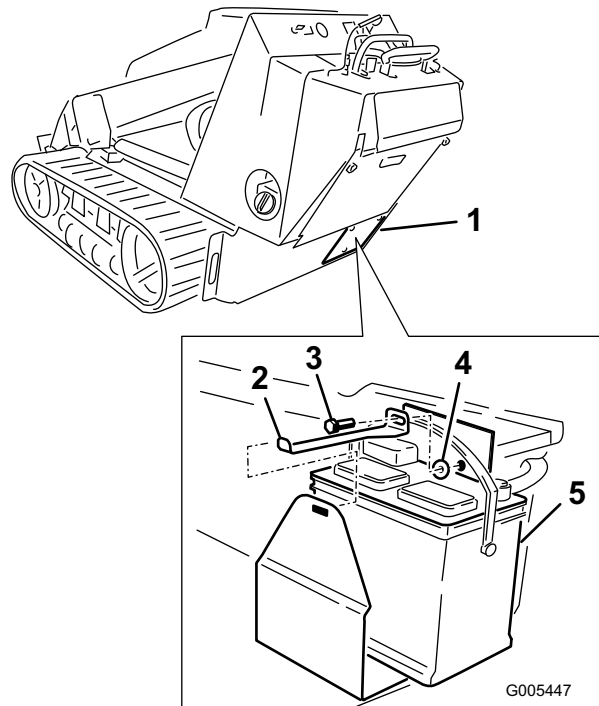

Figura 2
1. Rimuovere il pannello di accesso della batteria (Figura 2).
2. Togliere la batteria dalla macchina (Figura 2).